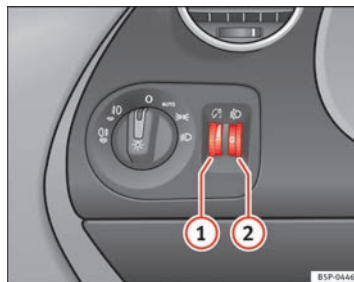

Fig. 74 Cruscotto: regolatori dell'intensità di illuminazione degli strumenti e degli interruttori e regolatore assetto fari
Quando le luci sono accese è possibile regolare l'intensità di illuminazione degli strumenti e degli interruttori servendosi della rotella zigrinata ⇒ fig. 74 ①.